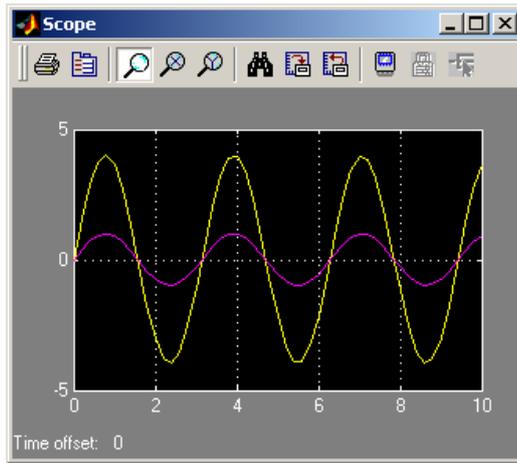

图 7.6.3 S 函数运行曲线图
3、运行 smodel 模型，得到如图 7.6.3 所示仿真曲线